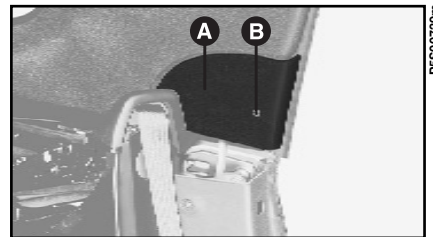

fig. 66
7) Remonter les panneaux latéraux **A-fig. 66** sur le revêtement du hard top, en les fixant à l'aide des vis **B**.